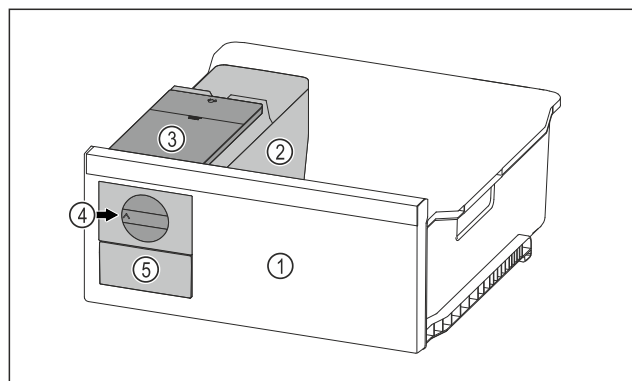

Fig. 71 Representación a modo de ejemplo
- ▶ Girar el botón giratorio Fig. 71 (4) en el sentido de las agujas del reloj hasta el tope.
- ▷ Los cubitos de hielo caen de la cubitera al compartimento de cubitos de hielo Fig. 71 (5).